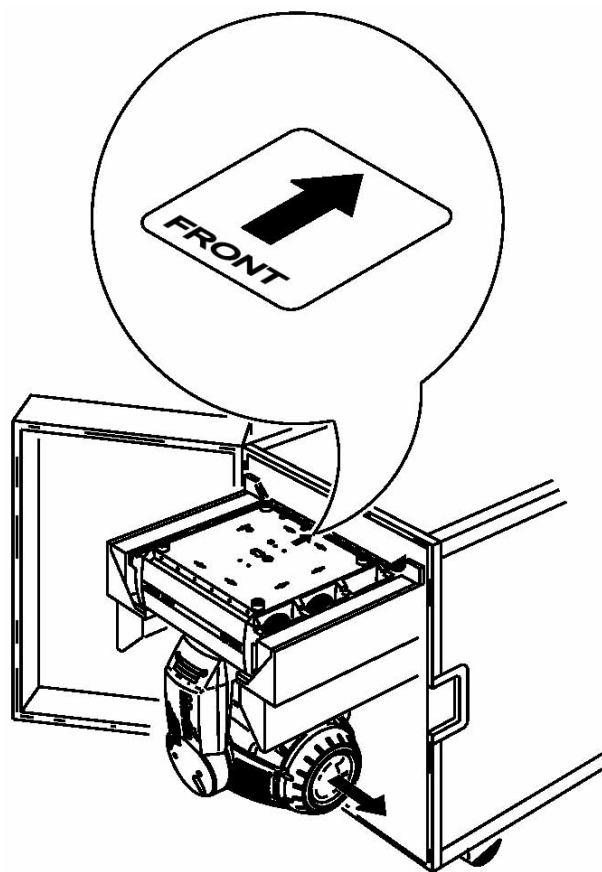

Рисунок 3. Положение транспортировки двух приборов
5. Наклоните головной блок так, чтобы линза смотрела от двери, см. Рисунок 3. Зафиксируйте головной блок в горизонтальном положении. Хомут фиксировать не нужно.